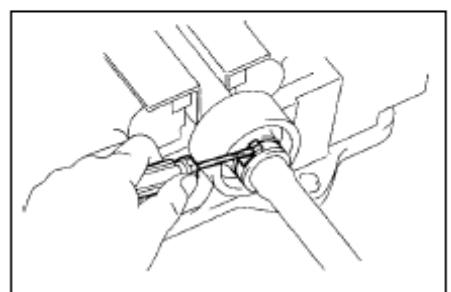

Рис. 132
**20. Снимите зажим демпфера ведущего вала с помощью отвертки(рис. 132)**